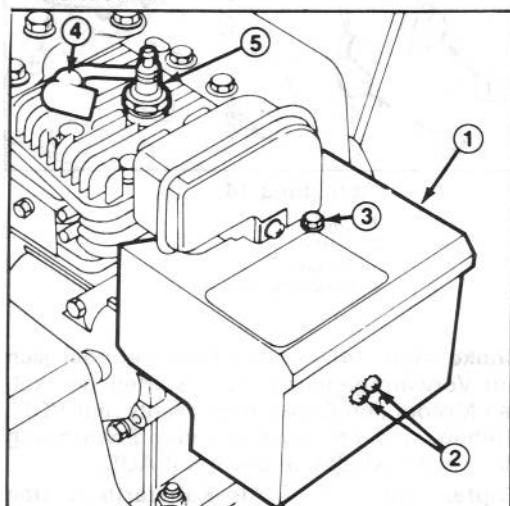

Abbildung 15
Anmerkung: Wird der Motor bei über +4°C betrieben, muß der Vergaservorwärmkasten abgenommen werden (Abb. 15); bei Temperaturen unter +4°C bleibt er am Gerät. Abnehmen des Vorwärmkastens:
- A. Die Kreuzschlitzschraube und Sechskantschraube, mit denen der Vorwärmkasten befestigt ist, entfernen. Den Chokeknopf von der Chokestange abziehen (Abb. 15).
1. Das Hochspannungskabel auf die Zündkerze stecken (Abb. 15).
Um unbeabsichtigtes Starten des Motors bei Wartungsarbeiten zu verhindern, den Zündschlüssel auf AUS drehen und abziehen. Dann das Hochspannungskabel von der Zündkerze lösen (Abb. 15) und so sichern, daß es mit der Kerze nicht in Berührung kommen kann.
1. Das Hochspannungskabel von der Zündkerze abziehen und so sichern, daß es die Kerze nicht versehentlich berühren kann (Abb. 15).